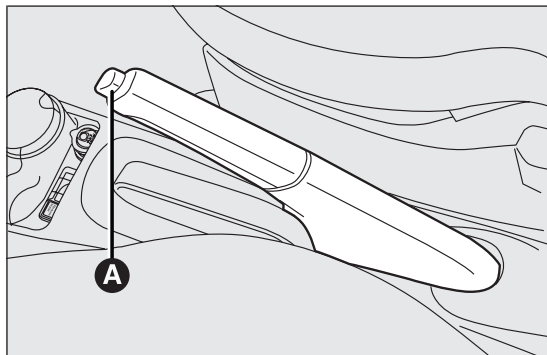

РИС. 93
Рычаг стояночного тормоза РИС. 93 расположен между передними сиденьями.
- немного приподнять рычаг и нажать на кнопку разблокировки А РИС. 93;